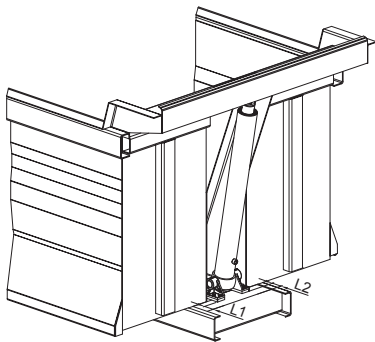

Imagen 7 - Tipo de montaje
- Los soportes del chasis deben montarse igual. Significa que $L_1 = L_2$ (Imagen 7).